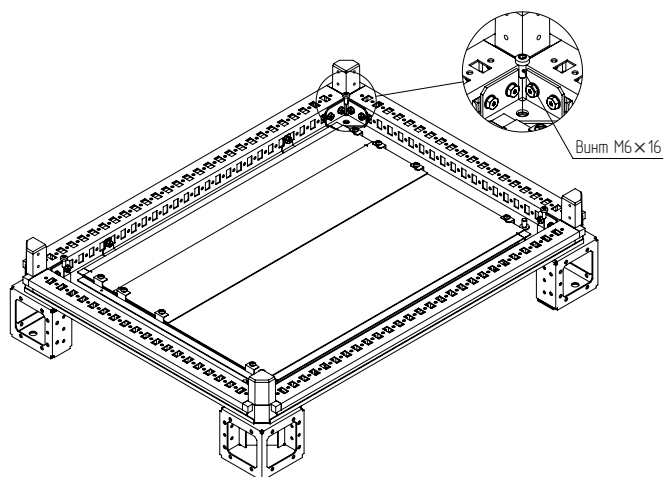

Рисунок 6
4.3.3 Зафиксировать каждый угол цоколя от проворачивания с помощью винта М6×16 (рисунок 6). Момент затяжки – 7 Н·м.